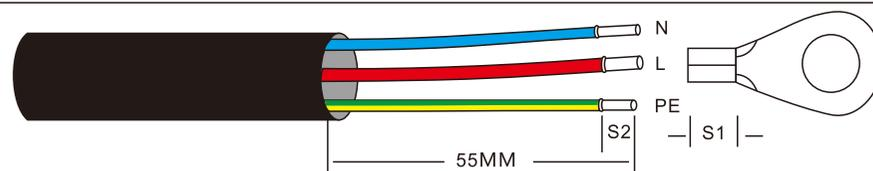

图4.15 剥开交流线缆
1. 将交流线缆护套末端剥去55mm, 然后将每根导线末端的绝缘层剥去一段。(如图4.15所示)